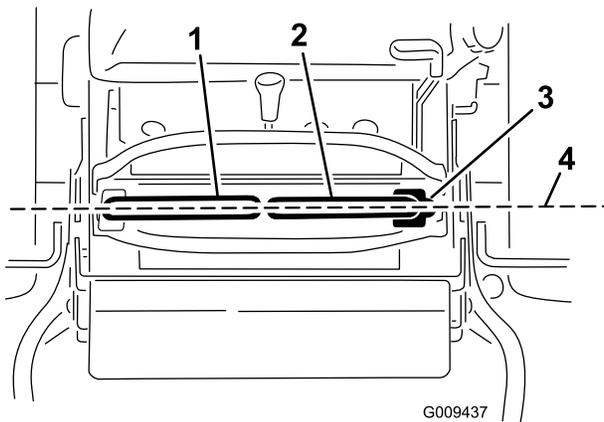

Figura 66
Importante: Compruebe el avance de la máquina después de ajustar las palancas de control de movimiento. Se utiliza el mismo procedimiento para ajustar la dirección y para alinear las palancas de control de movimiento hacia adelante-atrás (Figura 66).
- Una vez ajustada la alineación horizontal, compruebe la alineación hacia adelante-atrás (Figura 66).